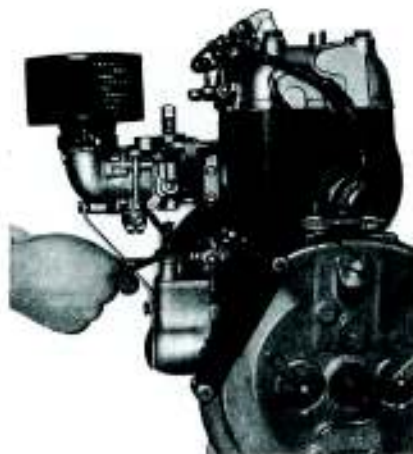

Bild 53. Einstellen der Übertragungswelle
5. Die Übertragungswelle wird nun so ein-gestellt, daß sie ganz nach links bis zum Anschlag gedreht wird und dann erst der Mitnehmerbolzen gekontert wird (Bild 53).